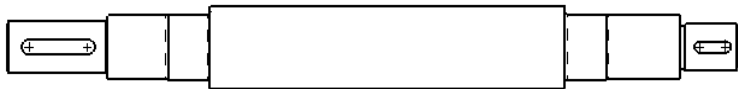

图 6.14.2 创建主视图
Step2. 放置视图。将鼠标放在图形区，会出现主视图的预览，选择合适的放置位置单击以生成主视图，如图 6.14.2 所示。